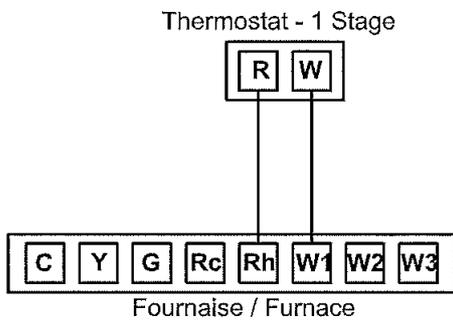

Fig. 7A
- Fig. 7A : Chauffage seulement avec thermostat 1 stage conventionnel;